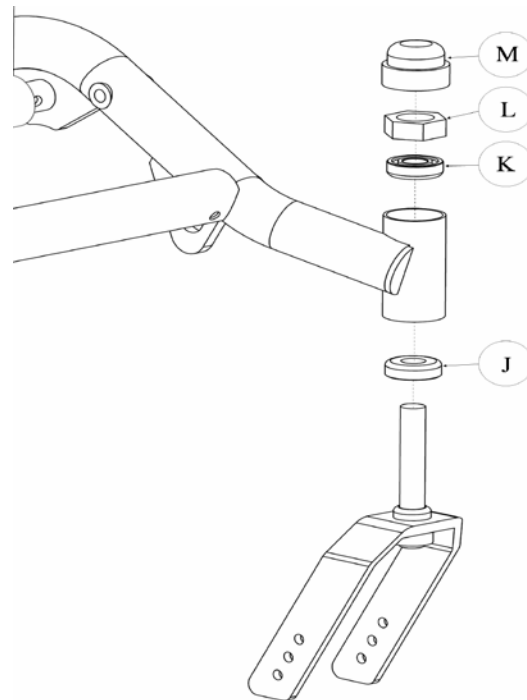

Figure 18 - Assemblage de la fourche
1. Glisser le roulement *J* sur la tige filetée de la fourche (figure 18);